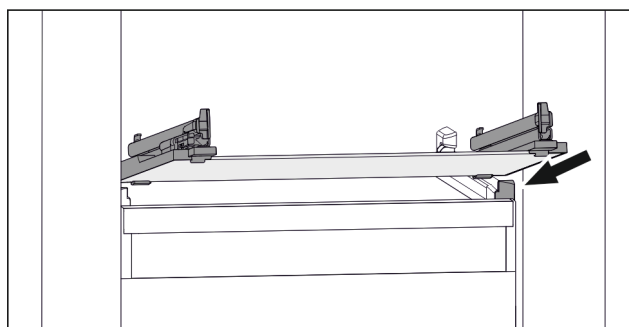

Fig. 111 Vejledende visning af glaspladen
- ▶ Sæt glaspladen skråt bag stoppene. (se Fig. 111)